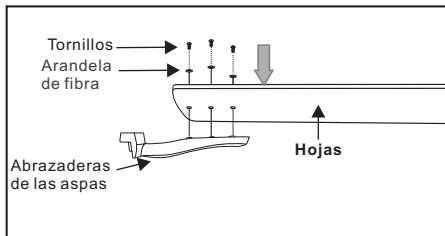

Figura 15
1. A fije las aspas del ventilador a las abrazaderas de aspas usando los tres tornillos y arandelas de fibra, como se muestra en la Figura 15. Iniciar un tornillo en el soporte de la hoja, no apriete. Repita el procedimiento para los 2 tornillos restantes y arrandelas.